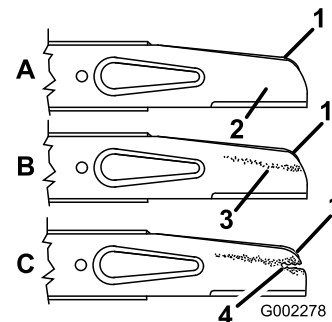

Figura 27
2. Retire el perno de la cuchilla, la arandela de freno, el acelerador y la cuchilla (Figura 27).